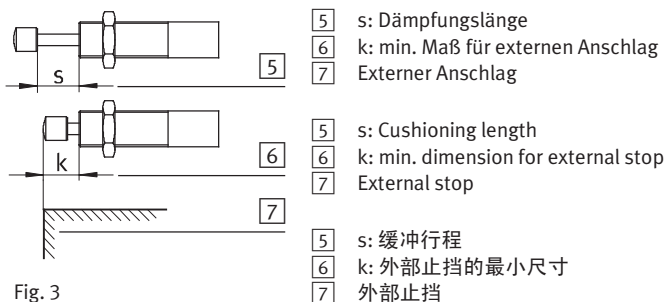

Fig. 3
- Ein externer Anschlag [7] (→ Fig. 3) verhindert die Überlastung des YSR-C durch überhöhte Massenkräfte und bietet zusätzlich einen präzisen Endanschlag (→ Fig. 3).
- Reduzieren Sie die Aufprallgeschwindigkeit; messen Sie die Dämpfungslänge (s) [5] (→ Fig. 3) zur Kontrolle (→ Technische Daten Fig. 8). Unzureichende Dämpfungslänge signalisiert Ölverlust größeren Ausmaßes. Dies erfordert den Austausch des YSR-C.
- Schauen Sie nach Ölverlust am YSR-C etwa alle 2 Mio. Lastwechsel. Dabei empfiehlt sich eine Kontrollmessung der Dämpfungslänge (s) (→ Fig. 3) des YSR-C. Ansonsten bedarf der YSR-C keiner Wartung.